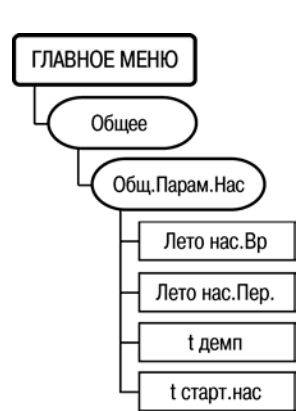

Рисунок 6.21
6.13.18 Параметры общие для насосов контура 1 и контура 2, задаются через пункт меню //Общее/Общ.Парам.Нас. (рисунок 6.21).